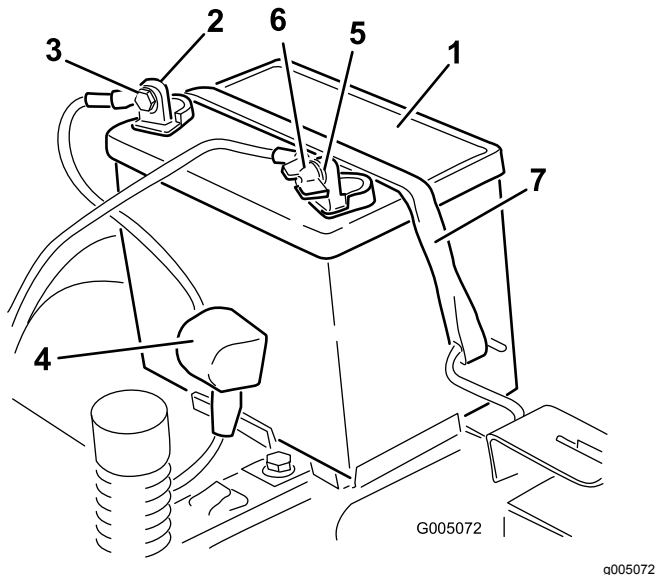

Bild 44
4. Klemmen Sie das Minuskabel (schwarz) vom Batteriepol ab (Bild 44). Bewahren Sie alle Befestigungen auf.
- Schieben Sie die Gummiabdeckung am Pluskabel (rot) nach oben. Klemmen Sie das Pluskabel (Rot) vom Batteriepol ab (Bild 44). Bewahren Sie alle Befestigungen auf.
- Nehmen Sie die Batterieklemme ab (Bild 44) und heben Sie die Batterie aus dem Ständer heraus.
- Setzen Sie die Batterie in das Fach (Bild 44).
- Befestigen Sie die Batterie mit der Befestigung (Bild 44).